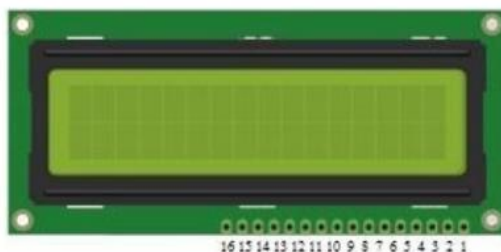

Figura 4. Asignación de pines de la pantalla LCD 16x2.
1.- Con la información que a continuación se menciona, diseñe un programa para visualizar en una pantalla LCD 16x2 la fecha, la hora y la temperatura actual, tal y como se muestra en la figura 4. Los botones son para el ajuste de fecha y hora.